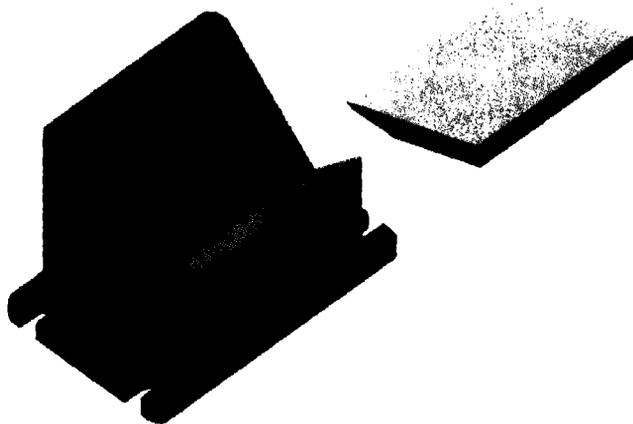

Рис. 4.1. Размещение компонентов в новой сборке
7. После размещения детали завершите команду (см. рис. 4.1).